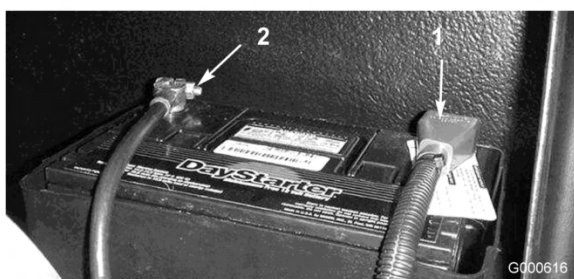

Figura 40
5. Conecte el cable positivo (rojo) al borne positivo (+) y el cable negativo (negro) al borne negativo (-) de la batería (Figura 40). Fije los cables a los bornes con tornillos de caperuza y tuercas. Asegúrese de que el terminal positivo (+) está colocado a tope en el borne, y que el cable está colocado junto a la batería. El cable no debe entrar en contacto con la tapa de la batería. Deslice la cubierta de goma sobre el terminal positivo para evitar posibles cortocircuitos eléctricos.